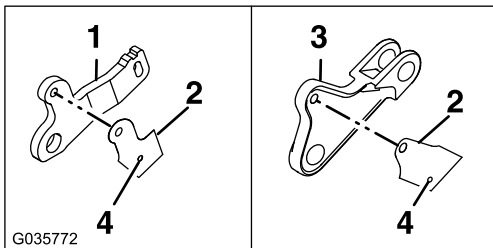

Figura 4
- Recorte la plantilla del brazo de elevación de la carcasa trasera apropiada, alinee la plantilla como se muestra en Figura 4, use un punzón central para el taladro y haga el taladro de la siguiente manera: